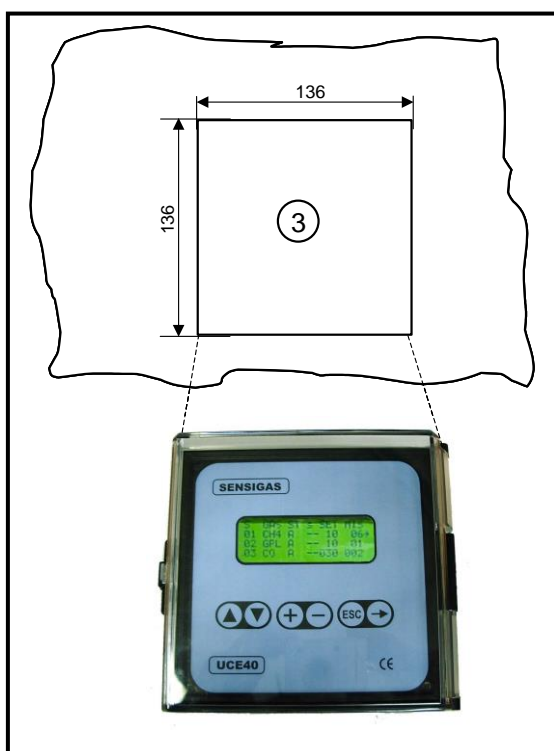

Fig. 3.3 – Preparazione del quadro
3. praticare sul pannello frontale del quadro elettrico uno scasso di 136x136 mm (Fig. 3.3)